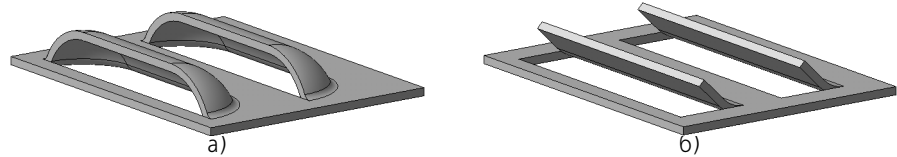

Рис. 98.10. Типы жалюзи
- ▼ вытянутые (рис. 98.10, а),
- ▼ подрезанные (рис. 98.10, б).